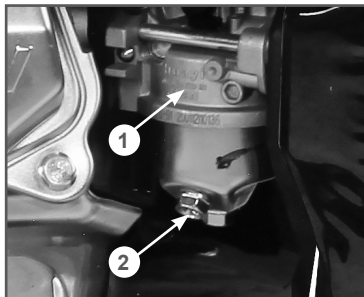

Рис. 25 Слив топлива из карбюратора
- Открутите болт 2 на карбюраторе 1 (Рис. 25) и слейте топливо из поплавковой камеры в подготовленную для этого емкость.